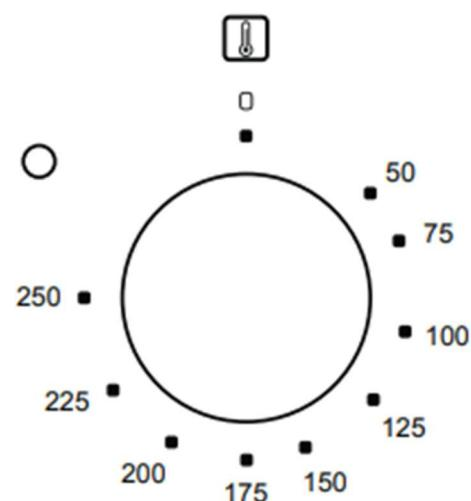

Рис. 3
3. Поверните ручку по часовой стрелке и выставите необходимую для приготовления температуру (Рис.3). Регулируете температуру приготовления пищи по всем опциям, включая гриль.